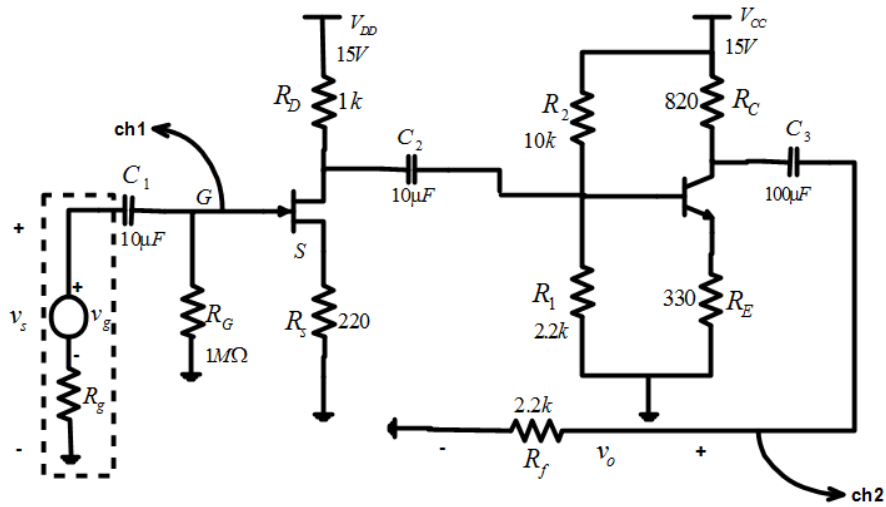

Fig. 7 : Amplificateurs en cascades
- Réaliser le montage de la figure 7 :